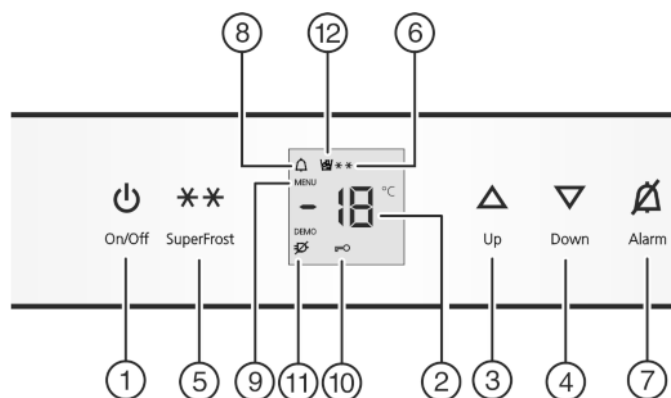

Fig. 2
► Nyomja meg a On/Off gombot *Fig. 2 (1)*.
► Beállítási mód aktiválása: Nyomja meg a SuperFrost gombot *Fig. 2 (5)* kb. 5 mp-re.
▷ Kigyullad a Menü ikon *Fig. 2 (9)*.
► A jóváhagyáshoz nyomja meg röviden a SuperFrost gombot *Fig. 2 (5)*.
► A gyermekbiztosíték bekapcsolásához nyomja meg röviden a SuperFrost gombot *Fig. 2 (5)*.
▷ A gyermekbiztosíték ikonja *Fig. 2 (10)* világít. A kijelzőn **c** villog.
► A gyermekbiztosíték kikapcsolásához nyomja meg röviden a SuperFrost gombot *Fig. 2 (5)*.
▷ A gyermekbiztosíték ikon *Fig. 2 (10)* kialszik. A kijelzőn **c** villog.
► Beállítási mód kikapcsolása: Nyomja meg a On/Off gombot *Fig. 2 (1)*.
► Nyomja meg a riasztás gombot *Fig. 2 (7)*.
Egyidejűleg villog a hőmérsékletkijelző és a riasztás ikon *Fig. 2 (8)*.
A figyelmeztető hangjelzés automatikusan elnémul, a riasztás ikon *Fig. 2 (8)* eltűnik és a hőmérsékletkijelző is abbahagyja a villogást, mikor a hőmérséklet újra eléggé alacsony.
- ▶ Hőmérséklet melegebbre állítása: Nyomja meg a Up állító gombot Fig. 2 (3).
- ▶ Hőmérséklet hidegebbre állítása: Nyomja meg a Down állító gombot Fig. 2 (4).